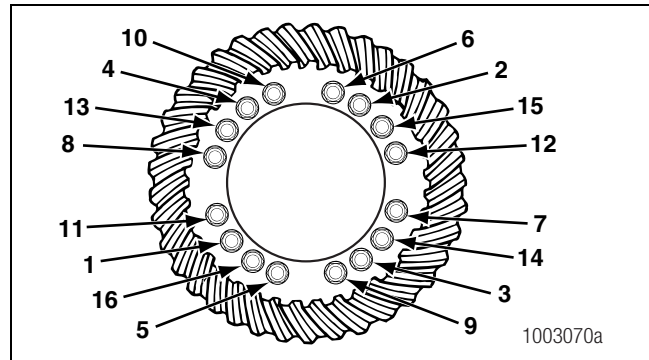

Figura 5.45
- A. Instale cuatro tornillos prisioneros y arandelas, o pernos, tuercas y arandelas, según esté equipado, en las medias cajas. Las distancias entre estos elementos deben ser iguales. Apriete las sujeciones al valor de torsión correcto de forma progresiva, siguiendo un patrón cruzado diametralmente opuesto. Consulte la Sección 8. Figura 5.45.